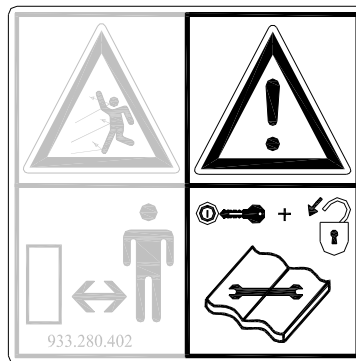
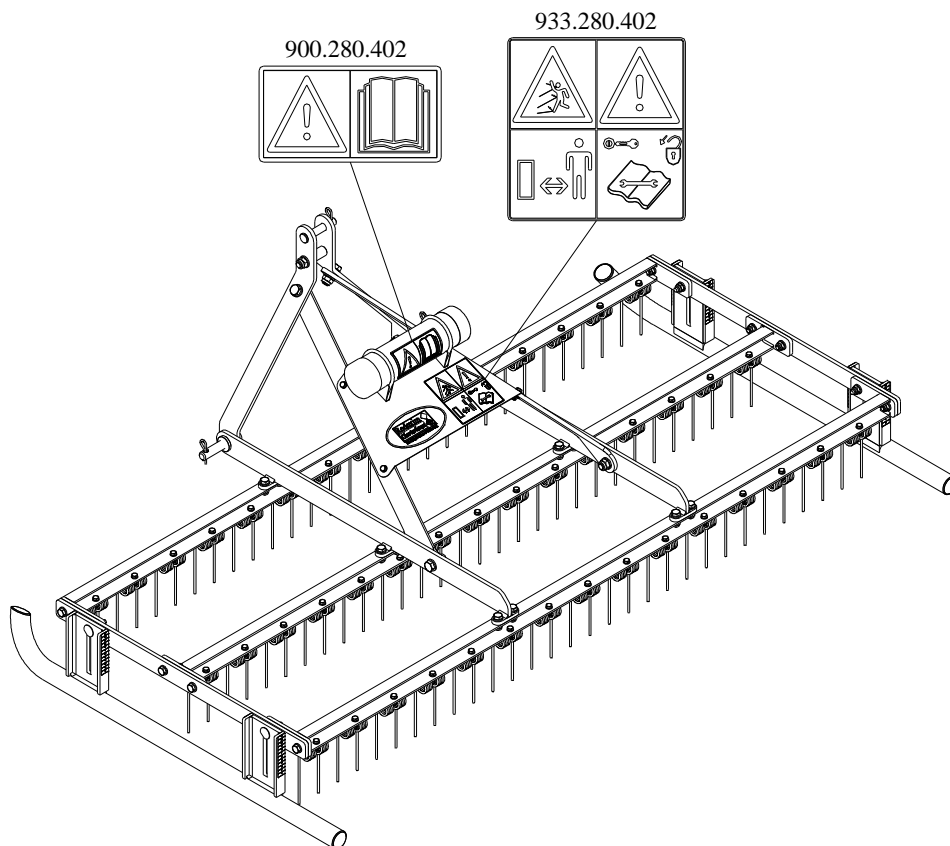

Fig. 2
Fig. 5
Bij onderhoud, afstellen en reparaties **altijd de tractormotor uitschakelen en de tractorsleutel uit het contact halen** (Fig.2)
Aan weerszijden van de Airrake zijn (Fig. 5) veiligheidsstickers (Fig. 2,3,4) aanwezig met een gelijklopende betekenis. Deze veiligheidsstickers moeten altijd goed zichtbaar en leesbaar zijn en moeten, wanneer deze beschadigd zijn, worden vervangen.
(7) Plaatsing veiligheidsstickers. (Fig. 5)